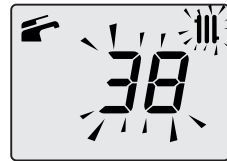

Figura 2.6
- el valor de "consigna" de la temperatura del agua caliente de impulsión de la calefacción y el símbolo  parpadean. El fondo del display aparece iluminado (Figura 2.6).
- el valor de "consigna" del agua caliente sanitaria y el símbolo  parpadean. El fondo del display aparece iluminado (Figura 2.6).